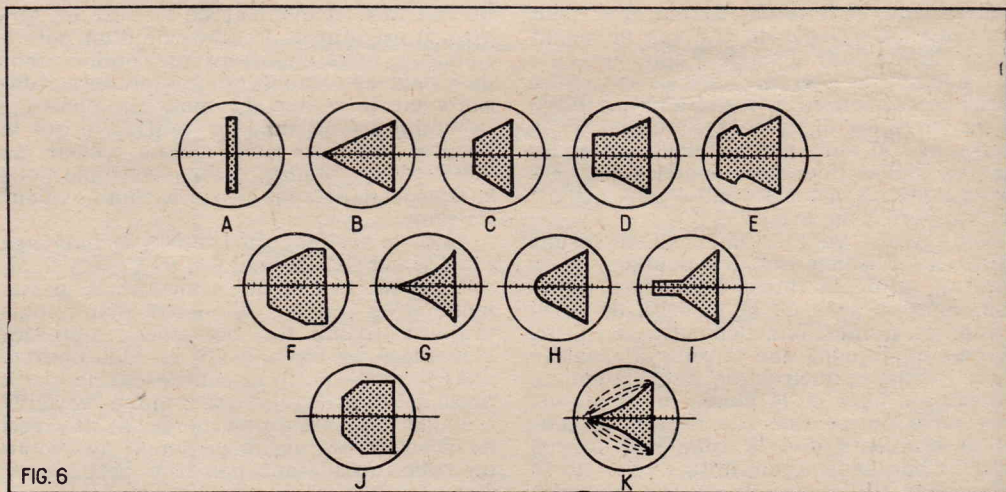

FIG. 6
fluorescente. Il y aura lieu pendant l'écoulement ou l'attente de couper la HT, soit avec un relais ou un interrupteur, mais le relais supprimant les manœuvres est à préférer. Dès que l'émetteur est en fonctionnement le spot accuse une élongation verticale dont il faudra régler l'amplitude en jouant sur le couplage des spires de la prise HF comme il a été fait pour le système précédent. Sans modulation, la trace se présentera sous la forme de la figure 6 (A). La modulation agira sur les plaques horizontales produisant un déplacement du spot égal en amplitude et en fréquence à la tension basse fréquence fournie par le modulateur. Pour une modulation à 100 %, la trace affectera la forme de la figure 6 (B) qui représente un triangle isocèle couché sur le côté. Les pointes de modulation positive sont du côté de la base du triangle, les pointes négatives étant du côté de son sommet. Pour une modulation à 100 % maximum, en prenant la trace verticale
sans modulation comme référence, nous devons trouver une élévation égale de chaque côté, ce qui correspond à une modulation symétrique. Dans le cas d'une modulation inférieure à 100 %, nous aurons la trace de la figure 6 (C). Mais il se pourra que l'on constate une différence notable entre les élongations horizontales dans le sens positif (base) ou le sens négatif (sommets), ceci pourra être mesuré avec précision à l'aide d'un régllet ou d'une languette de papier, comme dans le système précédent, mais cette fois-ci dans le sens horizontal.
La figure 6 (D) correspond à un émetteur modulé par la plaque et dont le transformateur est mal adapté. Les essais seront faits en comparant les figures et en déplaçant les prises sur le secondaire du transformateur s'il en existe. Si le transformateur est mal adapté, il se pourrait aussi que la trace prenne l'allure de la figure 6 (E), dans ce cas, un accrochage se produit dans le modulateur. La figure 6 (F) est donnée par un émetteur modulé par la plaque dont l'excitation HF est insuffisante, ou encore dont la polarisation de grille est mal réglée, ne permettant qu'une modulation à 50 %. Si l'émetteur est modulé par la grille, l'excitation est alors trop importante pour une modulation à 100 % dans les deux sens. Certains étages HF, équipés avec une triode ou des tétrodes ou encore des pentodes, sur des fréquences élevées, demandent à être neutrodynés. La vérification de ce travail pourra être faite à l'aide de l'oscilloscope. Un défaut de neutrodynage est indiqué par la figure 6 (G). Un autre défaut de neutrodynage est montré figure 6 (H). Il se manifeste dans un étage final modulé et dont la charge HF est mal adaptée, présentant un retour de HF ou encore des stationnaires. Il convient de se rappeler qu'une mauvaise adaptation de la charge à un circuit HF détruit le neutrodynage. La surmodulation négative plus que la positive est mise en évidence par le système du trapèze (fig. 6 I). Elle se présente sous la forme d'une bande qui vient s'allonger au sommet du triangle, la surmodulation positive ne pouvant être mise en évidence qu'à l'aide d'une mesure précise (voir plus haut). La figure 6 (J) nous montre la trace produite par un émetteur comportant au final une tétrode ou une pentode dont on ne module pas l'écran. Il se produit dans ces tubes un blocage qui freine la modulation, il y aura lieu de moduler ces deux électrodes, ou encore de vérifier si le condensateur de découplage écran n'est pas trop important ou ne présente pas une fuite très grande pour le courant alternatif.
Il peut se produire une trace double comme le représente la figure 6 (K), due à un déphasage dans l'amplificateur basse fréquence, et qui indique que le point de prise de balayage horizontal est mal choisi. Il existe encore bien des défauts, mais, avec un peu d'habitude, l'opérateur arrivera à déceler toutes les anomalies.